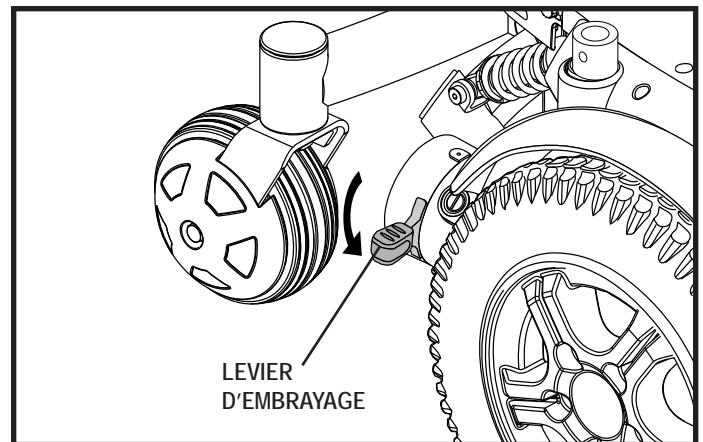

Figure 4. Mode « roues libres » (débrayé)
1. Poussez les deux leviers vers le bas pour débrayer le fauteuil et passer au neutre (moteurs désengagés). **Voir la figure 4.**